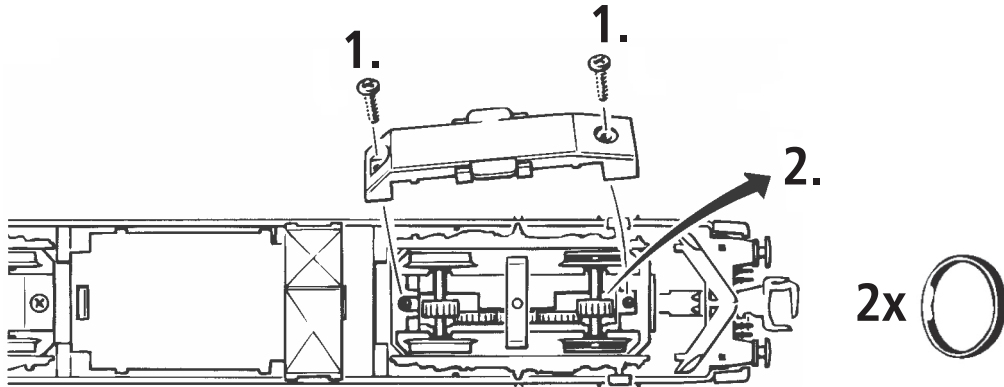

Fig. 7
2. Schmierung: Versehen Sie die im Schmierplan in Fig. 7 gekennzeichneten Stellen mit nur **kleinen Öltropfen**. Dazu zuerst das Lokgehäuse abnehmen (Fig. 3). Wir empfehlen den **ROCO Öler Art.-Nr. 10906**. Fürs Schmieren der Getriebeteile (Zahnräder, Schnecke) empfehlen wir das **ROCO-Spezialfett Art.-Nr. 10905**. Im Falle der Schmierung diese Teile **nicht ölen**.
2. Lubrication: Apply **tiny oil drops** to spots marked in fig. 7. Prior to lubrication dismantle locomotive (fig. 3). We recommend using item no. **10906, Roco oiler**. For lubrication the gearparts (e.g. cogwheels, worm) we would recommend our Roco **special grease** (item no. **10905**).
2. Graissage: N'appliquez **qu'une tout petite goutte** aux endroits indiqués par le plan de graissage (fig. 7) après avoir démonté la caisse de la locomotive (fig. 3). Nous vous recommandons **le graisseur à huile Roco réf. 10906**. Pour graisser les engrenages (roues dentées, vis sans fin) nous vous conseillons la **graisse spéciale Roco réf. 10905** pour engrenages en matières synthétiques. Lorsque vous utilisez cette graisse il faut éviter d'huiler ces composants.